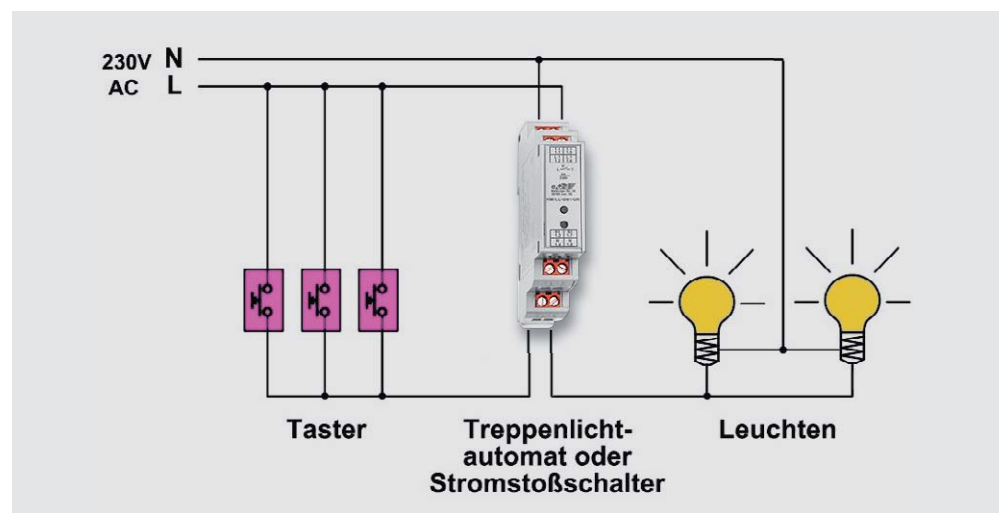

Bild 15: Tasterschaltung/Treppenhausschaltung mit Homematic 1-Kanal-Schaltaktor im Hutschienengehäuse
Lösung 1: Um eine Tasterschaltung oder Treppenhausschaltung in Homematic zu integrieren, kann einfach der vorhandene Treppenlichtautomat bzw. Stromstoßschalter durch den Homematic 1-Kanal-Schaltaktor im Hutschienengehäuse (⑥) ersetzt werden. Diese Lösung ist in Bild 15 zu sehen. Somit ist die Schaltung auch jederzeit um weitere Schaltmöglichkeiten per Funksteuerung oder z. B. durch die Einbindung eines Funk-Bewegungsmelders erweiterbar.